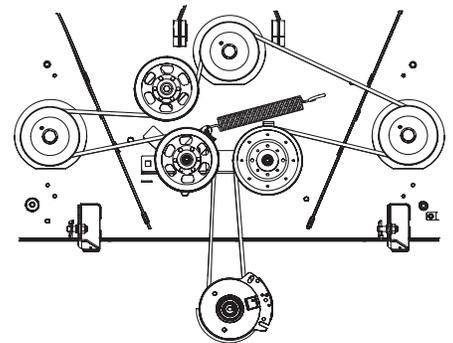

Figure 4-16
6. Placez la courroie autour des poulies de tension retirées à l'étape 3 avec le côté en « V » vers le bas. Après avoir installé la courroie, installez la quincaillerie et serrez l'écrou autobloquant pour fixer l'assemblage. Voir Figure 4-16.
7. Installez la courroie comme indiqué à la Figure 4-16, puis réinstallez le plateau de coupe (voir Installation du plateau de coupe).